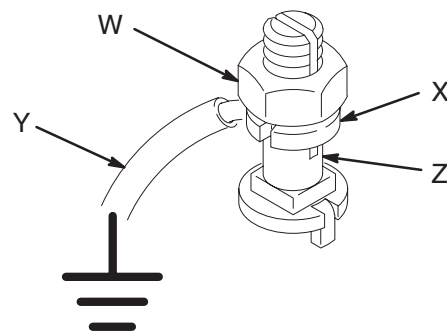

Abb. 2
Bulldog-Pumpen: Erdungskabel und Klammer verwenden. Siehe Abb. 2. Die Sicherungsmutter (W) und die Scheibe (X) der Erdungsöse lösen. Ein Ende eines mindestens 1,5 mm² dicken Erdungskabels (Y) in den Schlitz der Öse (Z) stecken und die Sicherungsmutter fest anziehen. Das andere Ende des Kabels mit einer guten Erde verbinden. Erdungskabel und Klammer mit Teile-Nr. 237569 bestellen.